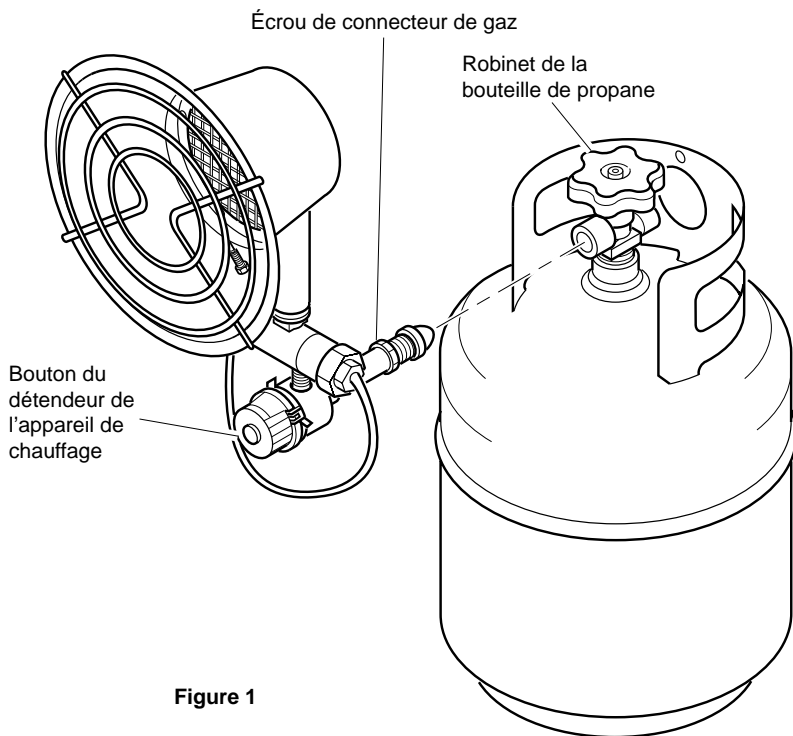

Figure 1
3. À l'aide d'une clé, serrer l'écrou du connecteur sur la valve de la bouteille de propane (voir fig. 1). Tourner l'écrou du connecteur dans le sens antihoraire pour le visser. Le filetage est à main gauche. **MISE EN GARDE : Fixer l'appareil de chauffage à la verticale, comme illustré à la figure 1. Ne jamais le fixer à l'horizontale, car cela pourrait provoquer de dangereuses projections de flamme ou un incendie.**